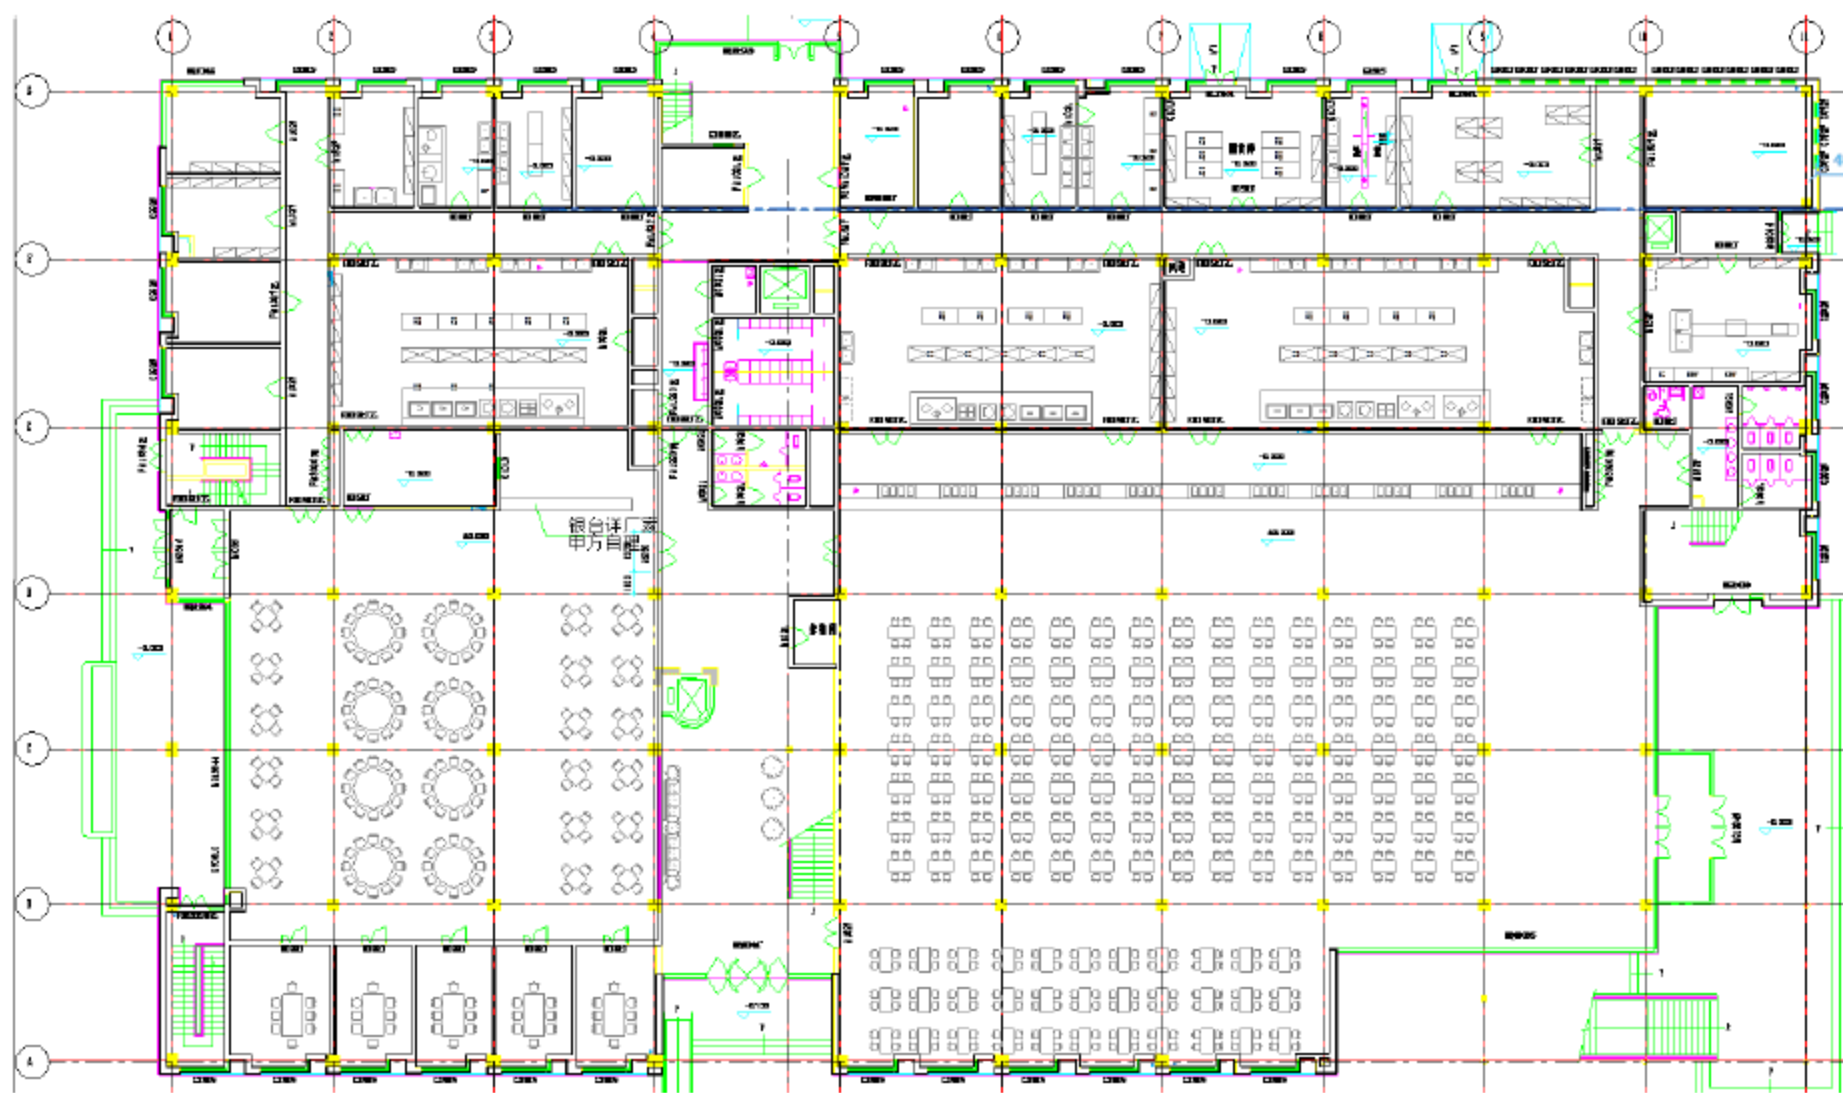

图 10.2.40 完成全部的“200mm 内墙”绘制
(6) 完成剩下的“200mm 内墙”的绘制。重复上述步骤完成剩下的 200mm 内墙绘制, 绘制完成后的平面图如图 10.2.40 所示。